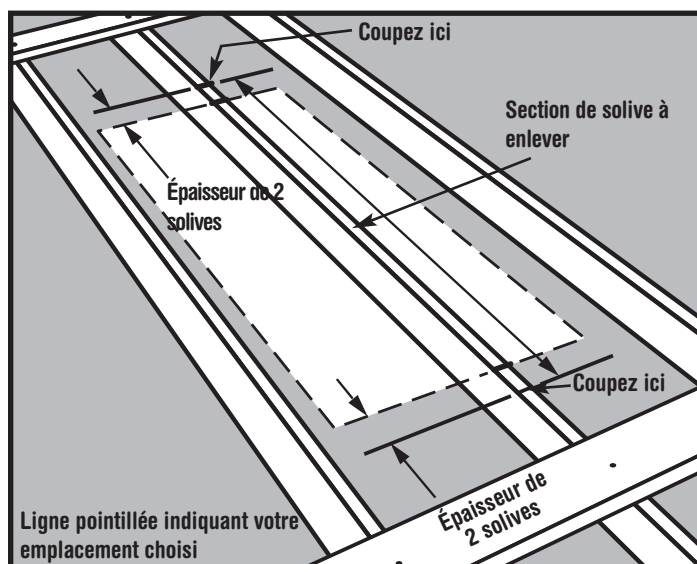
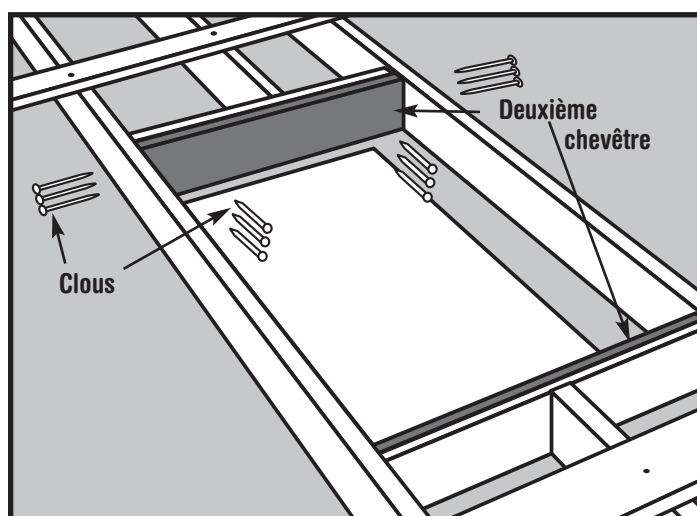

Figure 10
Figure 16
**Étape 4.** Déterminez l'endroit où couper la ou les solive(s). La Figure 10 montre où marquer la/les solive(s) traversant votre emplacement choisi. Notez qu'il faut les marquer de nouveau depuis le bord de votre emplacement, à une distance de deux fois l'épaisseur d'une solive (en général 3 pouces ou 7,6 cm). Cela laisse de la place pour deux chevêtres de la taille d'une solive placés contre chaque extrémité de solive coupée (Voir la Figure 16 en page 59).
- Étape 6.** Placez une deuxième chevêtre contre la première et clouez-la avec elle en utilisant (3) clous 16d entre chaque solive (Voir la Figure 16).
- Étape 7.** Plantez (3) clous 16d au travers des solives dans chaque extrémité de la deuxième chevêtre (Voir la Figure 16).